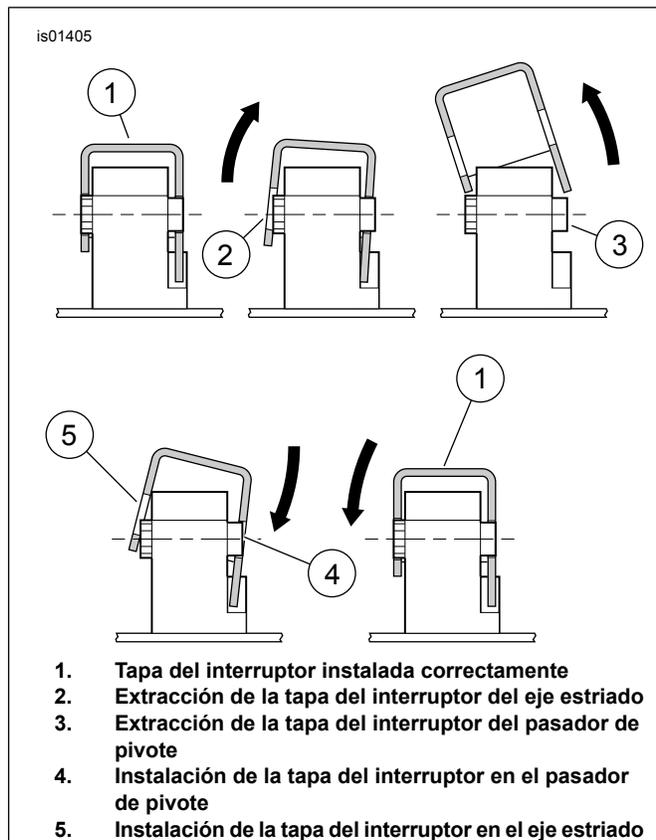
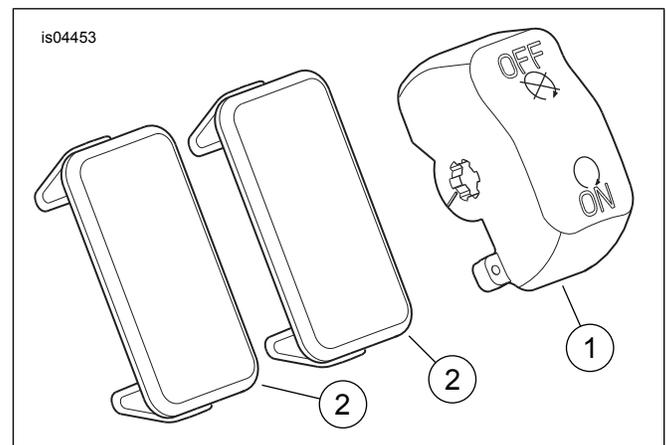

Figura 3. Extracción y reemplazo de la tapa de interruptor
Figura 5. Piezas de servicio: kit de tapas de interruptores de encendido/apagado
Vea la Figura 5 y la Tabla 1.
3. **TODAS las aplicaciones:** Vea la Figura 3. Vea el interruptor con la palabra "OFF" (apagado) en el lado derecho. Cuidadosamente haga palanca para levantar la tapa negra del eje accionador estriado (2) en el lado superior del interruptor.
4. Haga palanca para levantar y sacar la tapa del interruptor del pasador de pivote (3) en el lado inferior del interruptor y quite la tapa.
5. Vea la Figura 5. Seleccione la tapa cromada del interruptor de repuesto del kit.
6. Vea la Figura 3. Coloque la tapa cromada sobre el interruptor, angulando el agujero en el lado inferior sobre el pasador de pivote (4) del interruptor.
7. Cuidadosamente presione la tapa cromada del interruptor hacia abajo sobre el eje accionador estriado (5), con un movimiento de vaivén y moviendo la tapa hasta que el eje encaje a presión en su sitio en el agujero estriado.